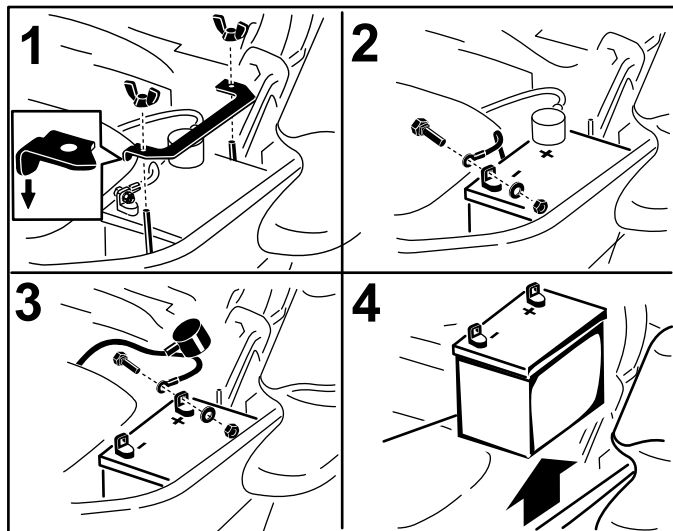

Figure 54
3. Commencez par débrancher le câble négatif (noir) de la borne négative (-) (noire) de la batterie (Figure 54).
4. Enlevez le capuchon rouge de la borne positive (rouge) de la batterie et débranchez le câble positif (+)(rouge) (Figure 54).
5. Retirez l'écrou à oreilles qui fixe la barrette de maintien de la batterie (Figure 54).
6. Déposez la barrette (Figure 54).
1. Placez la batterie dans son support en tournant les bornes à l'opposé du réservoir hydraulique (Figure 54).
4. Fixez les câbles avec 2 boulons, 2 rondelles et 2 contre-écrous (Figure 54).
6. Reposez la barrette et fixez-la avec l'écrou à oreilles (Figure 54).